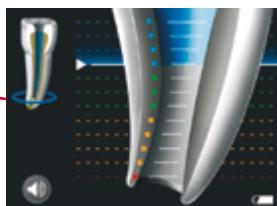

Fig. 1
- 1** I APEX ZOOM repræsenterer de blå bjælker (se fig. 1) den såkaldte tilnærmedseszone, dvs., filen nærmer sig arbejdslængdepositionen.